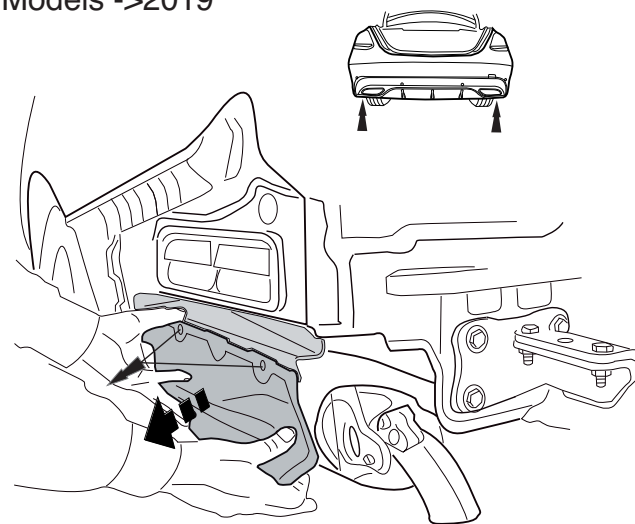

Fig. 3
3. **Для автомобилей ->2019:** Снять слева и справа теплозащитный экран. См. рисунок 3.